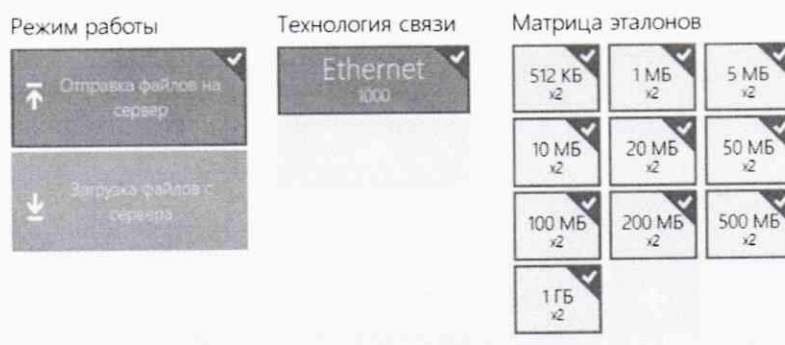
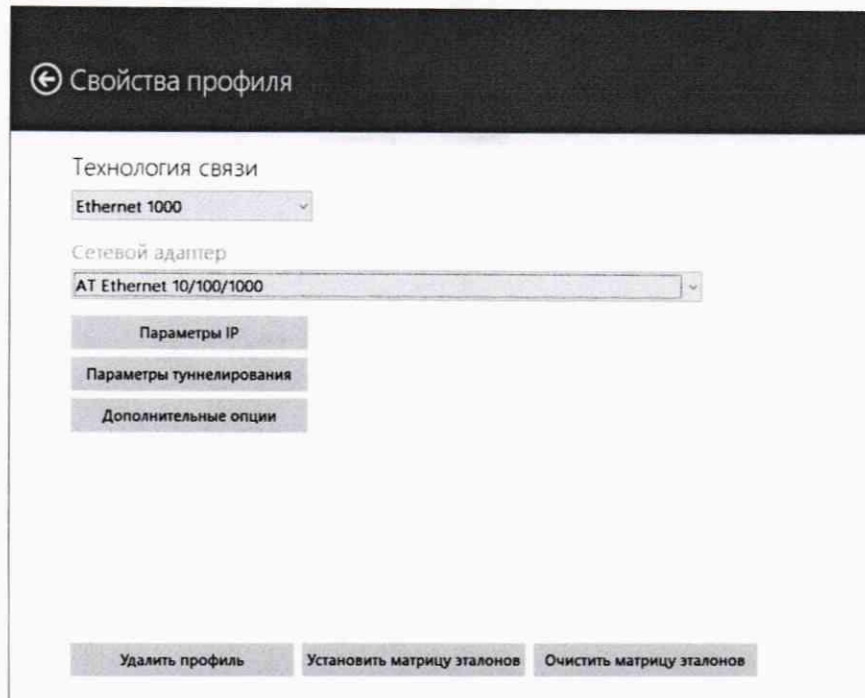

Рисунок 8
Рисунок 9
6.1.10 Перейти в главное окно программы путём нажатия пиктограммы . В главном окне программы в столбце «Технология связи» (рисунок 8) щелкнуть правой кнопкой мыши по элементу “Ethernet” (если такого элемента нет, то создать профиль для новой технологии связи, щелкнув мышью по кнопке + внизу списка имеющихся профилей в столбце “Технология связи”) и войти в меню настройки “Свойства профиля” для выбора и настройки параметров физического интерфейса для проведения измерений (рисунок 9).